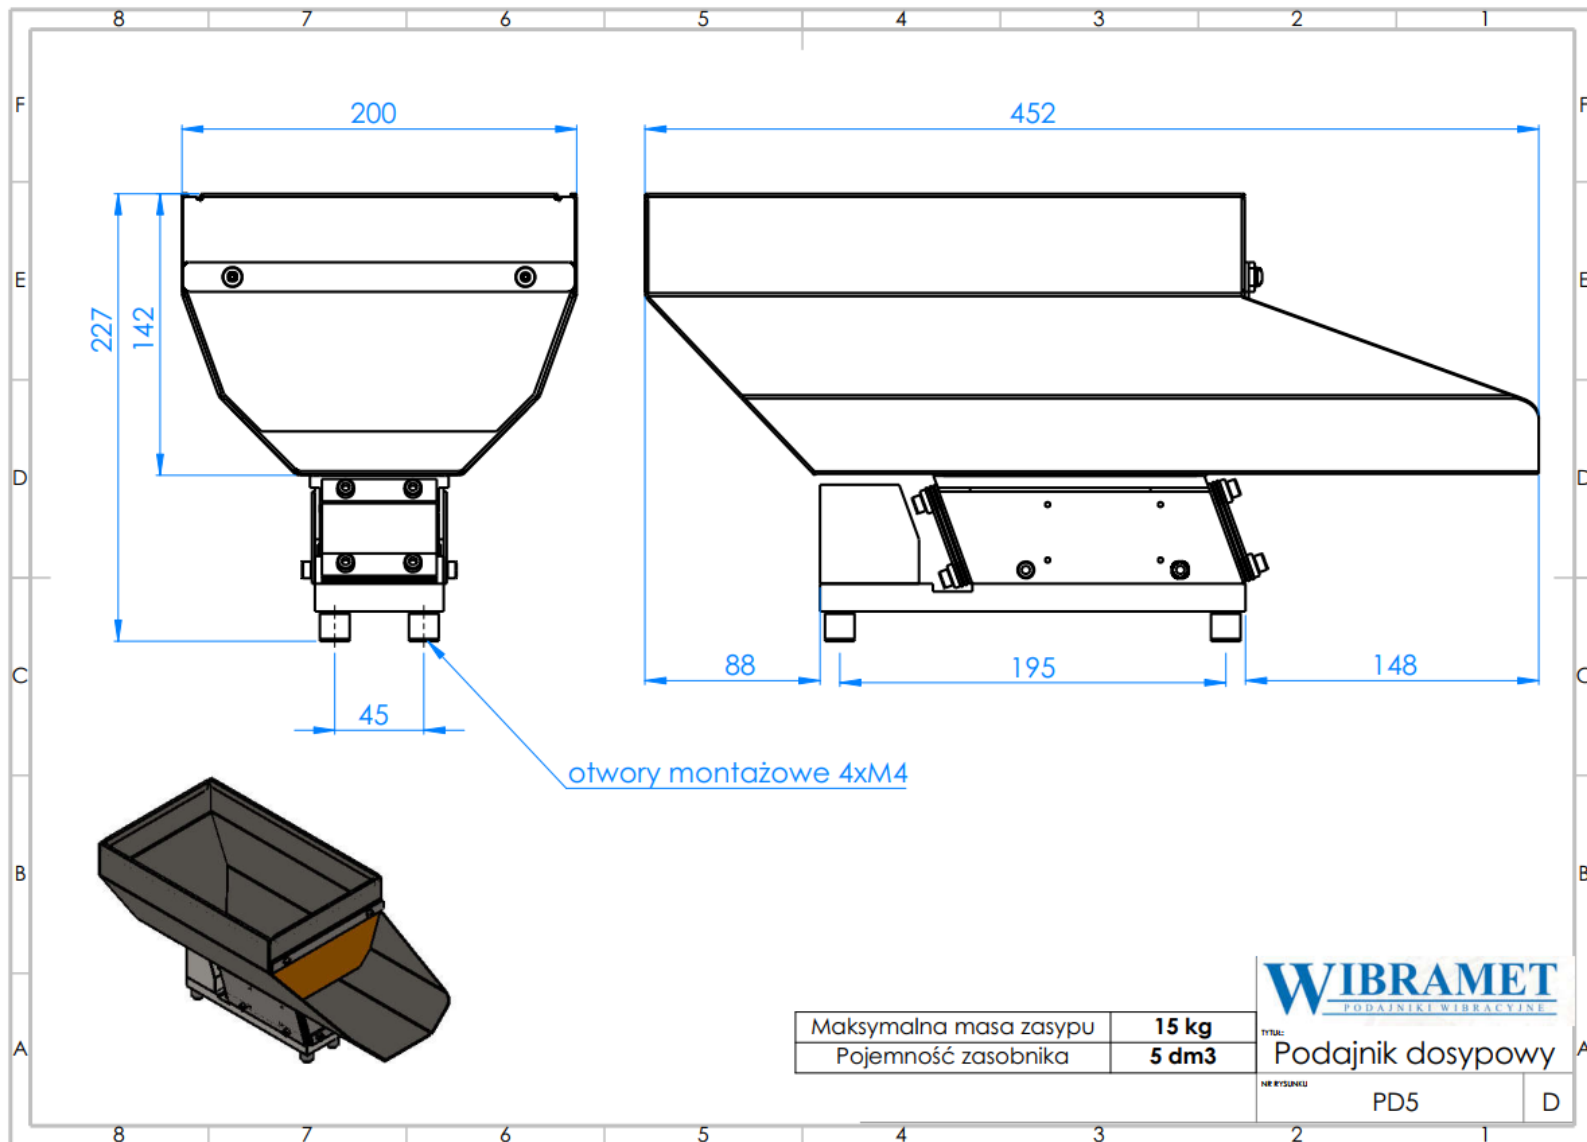

RYS.2. PODAJNIK DOSYPOWY PD 150. WYMIARY GABARYTOWE.
- **Rysunek 2** – podajnik PD 150.